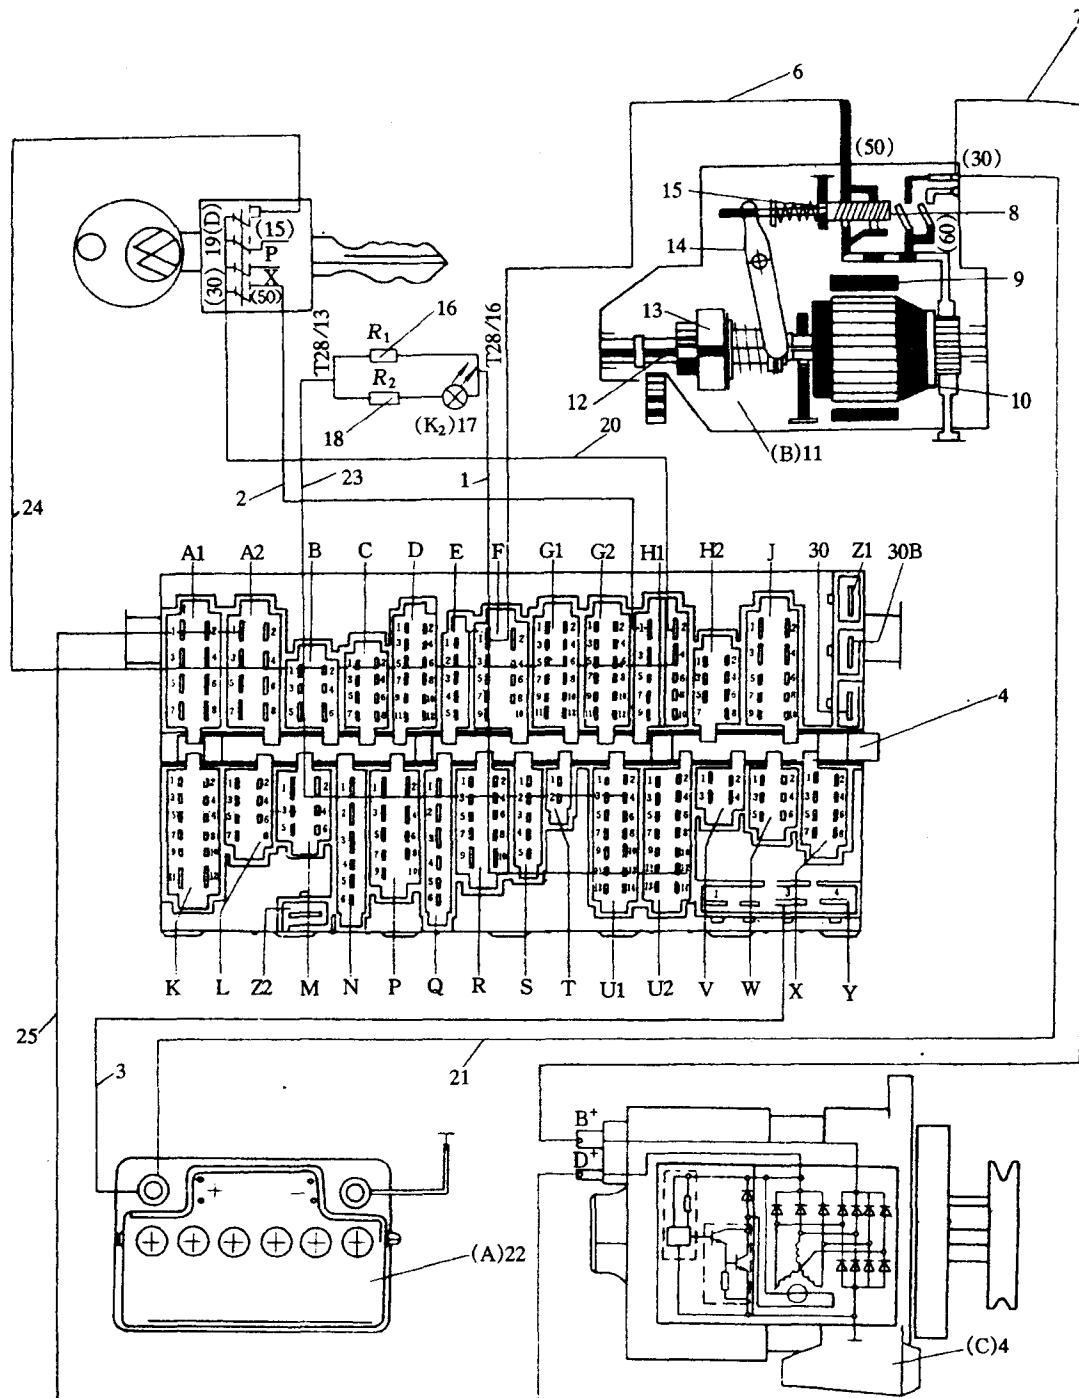

图 1-2 充电与启动系电路图
②充电与启动系电路图,如图 1-2 所示。当点火开关(D)19 的接线柱(30)与(15)接通后,蓄电池(A)22 的正极用红色线 3 与中央配电盒 4 的插座 Y(3)相接,经内部线路与插座 H1(2)